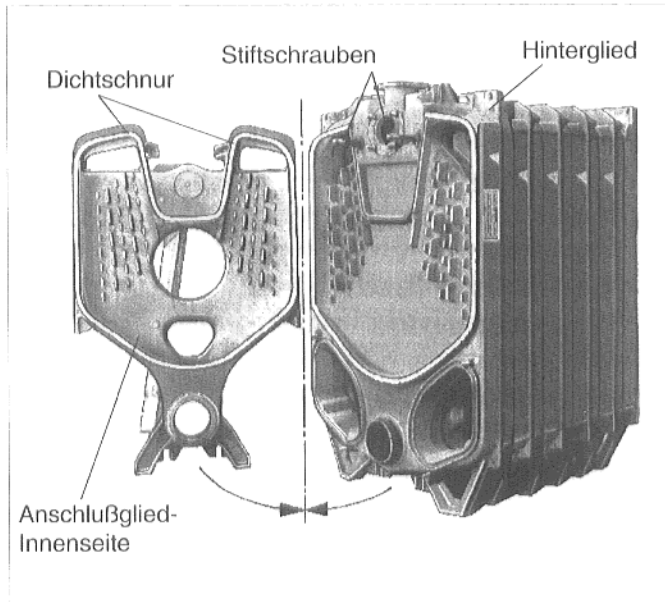

Abb. 12
- **Stiftschrauben** in das Hinterglied eindrehen (Abb. 12).